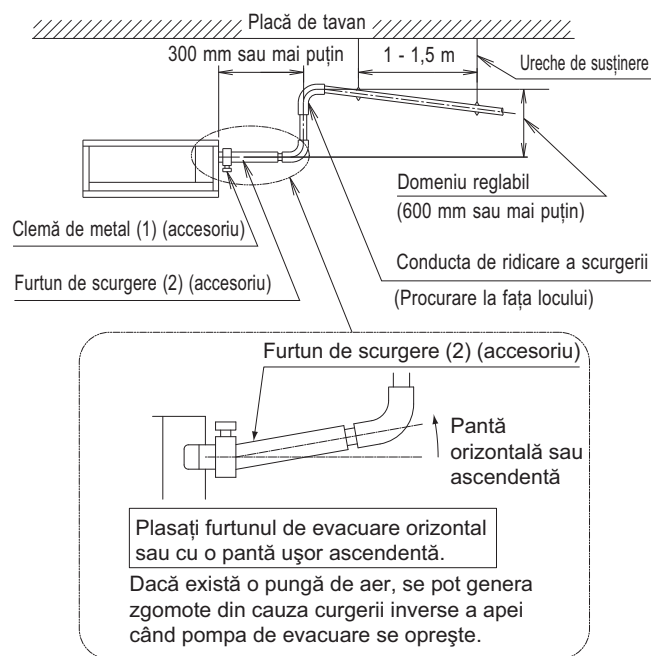

Fig. 13
- Plasați vertical conducta de ridicare a scurgerii și asigurați-vă că nu este mai departe de 300 mm de unitate. **(Consultați Fig. 13)**